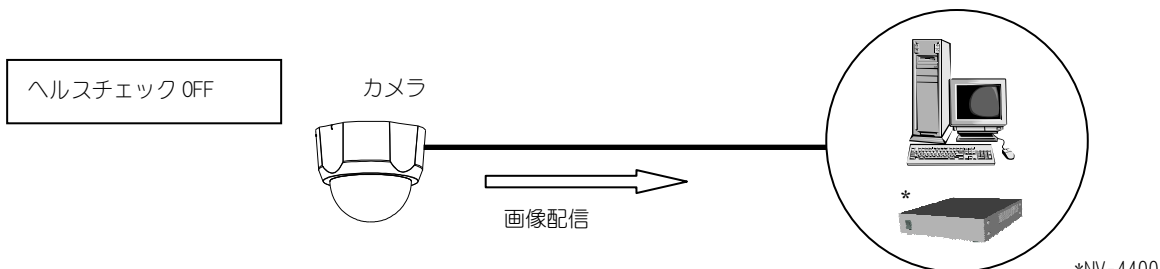

図 16-6 ヘルスチェック OFF
- (1) ネットワークカメラの電源が入ると、図 16-6に示す様に画像配信を開始します。
- (2) あらかじめマルチキャストアドレスと画像ポートが設定されている必要があります。